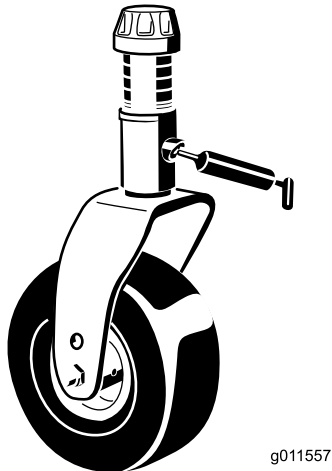

Figura 20
- Boccole (2) dell'asse della forcella delle ruote orientabili (Figura 20)